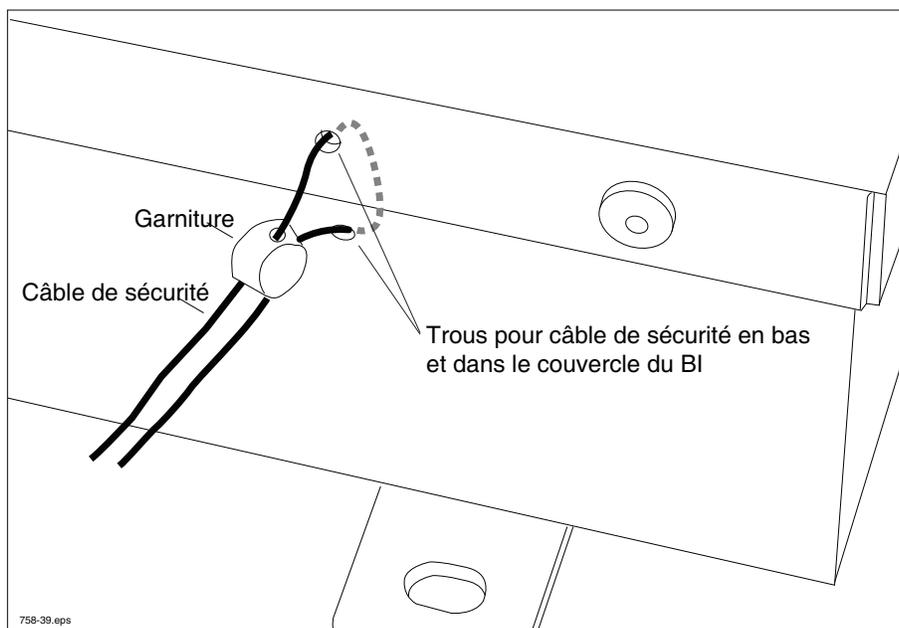

Figure 45. Plombage du BI
Le couvercle du boîtier d'interconnexion (BI) est fixé au boîtier du BI par 4 vis Torx et un câble avec un sceau W & M. Les trous de plombage se trouvent dans le boîtier et le couvercle (voir la Figure 45). Tout retrait du couvercle entraîne la destruction du sceau.